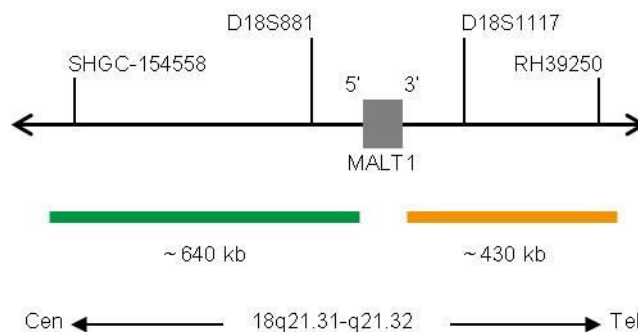

Fig. 1 : Carte de la sonde SPEC MALT1 (pas à l'échelle)
- Polynucléotides marqués au ZyGreen (excitation 503 nm/émission 528 nm) (~10 ng/μl), qui ciblent des séquences en 18q21.31-q21.32* (chr18:55,690,725-56,330,582) proximale de la région des points de rupture de MALT1 (voir figure 1).
- Polynucléotides marqués au ZyOrange (excitation 547 nm/émission 572 nm) (~4,5 ng/μl), qui ciblent des séquences en 18q21.32* (chr18:56,427,386-56,859,755) distale de la région des points de rupture de MALT1 (voir figure 1).